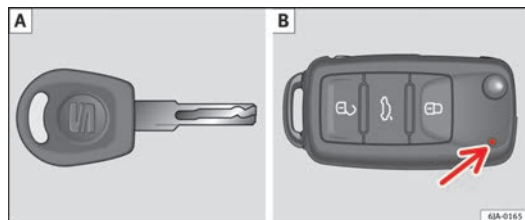
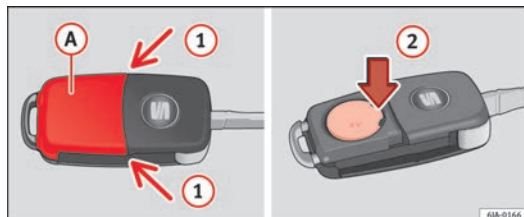

Fig. 42 Chiave con telecomando/chiave senza telecomando
Fig. 43 Chiave con telecomando: rimozione del coperchietto/estrazione della pila
Insieme al veicolo vengono consegnate sempre due chiavi. A seconda della versione dell'allestimento, il veicolo può essere dotato di chiave senza telecomando ⇒ fig. 42 [A] o con telecomando ⇒ fig. 42 [B].
Ogni chiave con telecomando contiene una pila posta sotto il coperchietto (A) ⇒ fig. 43. Se la pila è scarica, quando si preme uno dei pulsanti, la spia di controllo rossa ⇒ fig. 42 [B] non si accende. ►
⇒ fig. 43.